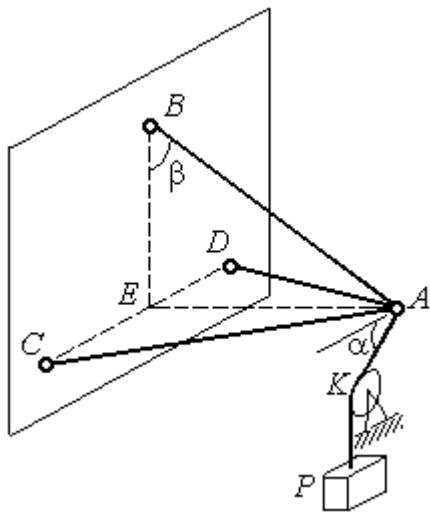

Рис. 1.15. Конструкция пространственного кронштейна
**Задача 5.** Груз  $P = 20$  кН удерживается двумя стержнями  $AC$ ,  $AD$  одинаковой длины и цепью  $AB$ , скреплённых в точке  $A$ , так, что плоскость треугольника  $ADC$  горизонтальна (рис. 1.15). Цепь  $BA$  отклонена от вертикальной стены на угол  $\beta = 60^\circ$  и расстояние  $CE = ED$ . Трос закреплён одним концом в точке  $A$ , а другой его конец, несущий груз, переброшен через блок  $K$  так, что отрезок